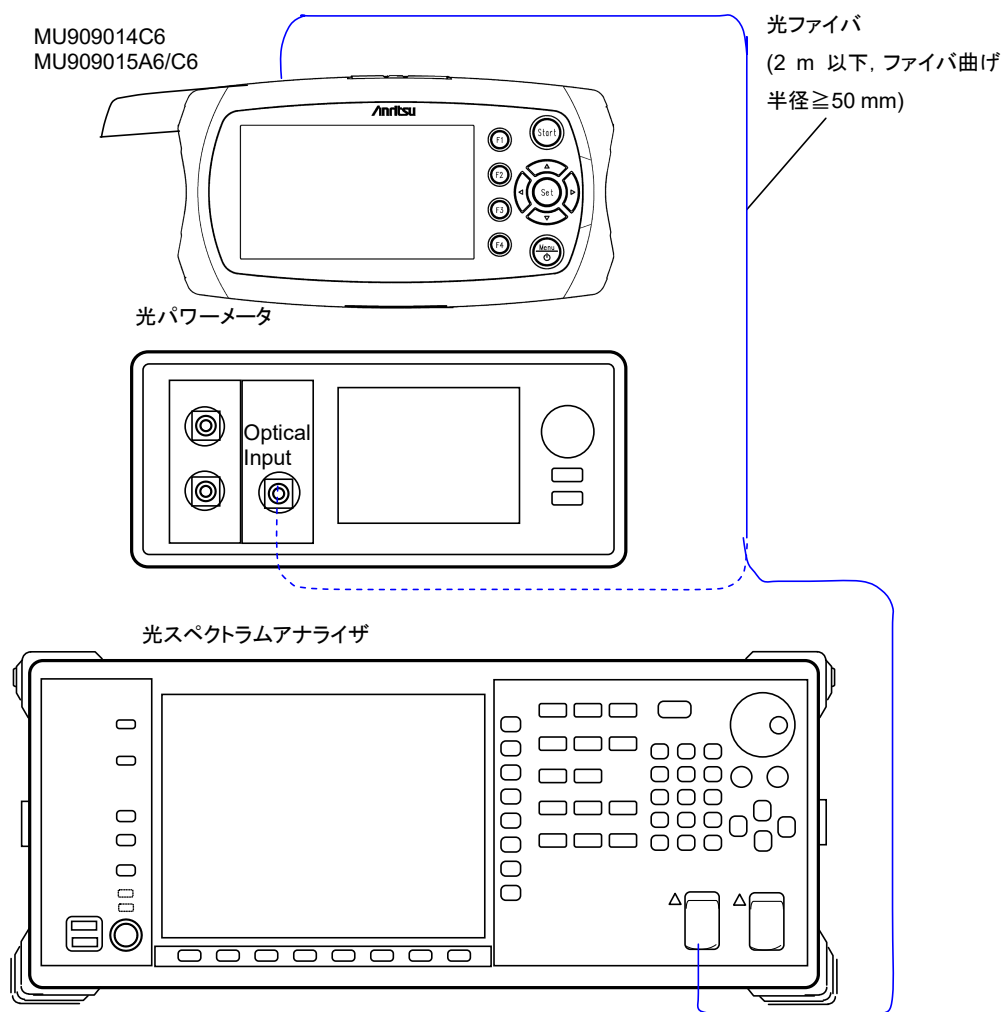

図11.1.9-1 光源の試験接続図
1. 本器の光源出力と光スペクトラムアナライザを、図11.1.9-1のとおりに接続します。
10. 本器の光源出力と光パワーメータを、図11.1.9-1のとおりに接続します。